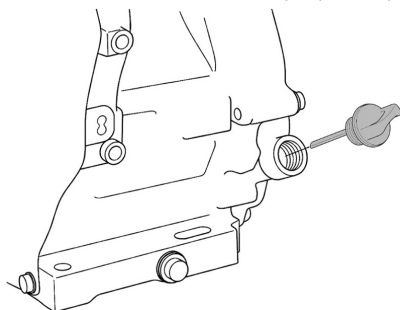

Рис. 9 Крышка-щуп маслосливной горловины
3. Открутите крышку-щуп маслосливной горловины и извлеките щуп (Рис. 9).
2. Выкрутите крышку-щуп маслозаливной горловины и извлеките щуп (Рис. 9).